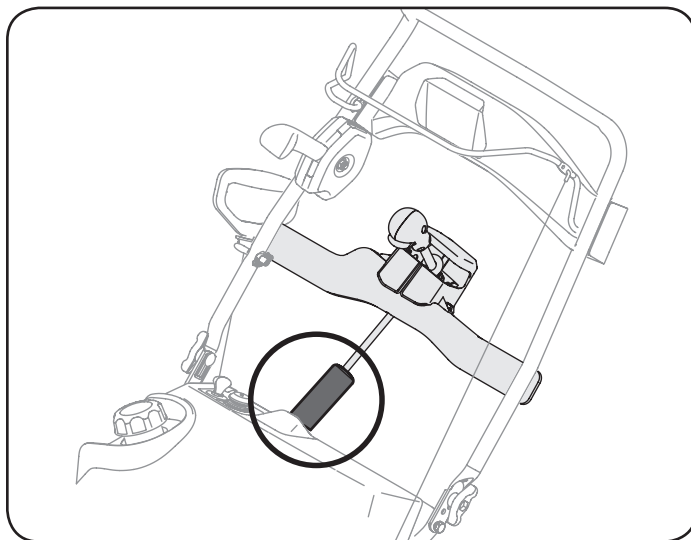

Figura 9
6. Deslice el fuelle de goma sobre la junta universal. Consulte la Figura 9.